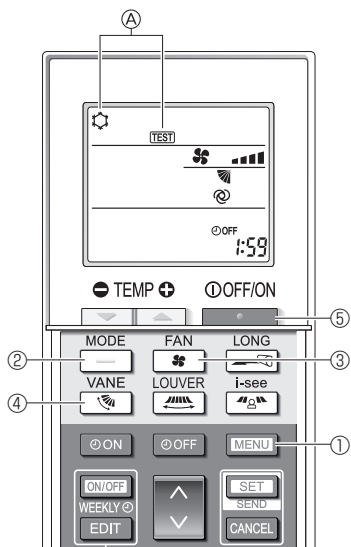

Fig. 8-5
- 2. Appuyez sur la touche **MENU** ① pendant 5 secondes. (Fig. 8-5)
- 3. Appuyez sur la touche **MENU** ①.
La mention (A) [TEST] et le mode de fonctionnement en cours sont affichés. (Fig. 8-5)
- 4. Appuyez sur la touche **TEMP** ② pour activer le mode refroidissement, puis vérifiez que de l'air froid est soufflé par l'appareil.
- 5. Appuyez sur la touche **OFF/ON** ② pour activer le mode chauffage, puis vérifiez que de l'air chaud est soufflé par l'appareil.
- 6. Appuyez sur la touche **FAN** ③ et vérifiez que la vitesse du ventilateur change.
- 7. Appuyez sur la touche **VANE** ④ et vérifiez que l'aillette automatique fonctionne correctement.
- 8. Appuyez sur la touche **LONG** ⑤ pour terminer l'essai de fonctionnement.